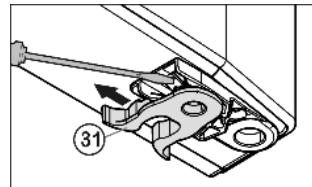

Fig. 10
- ▶ Преместване на пружинната скоба *Fig. 10 (31)*: Натиснете надолу фиксиращия палец, изтеглете пружинната скоба над него.